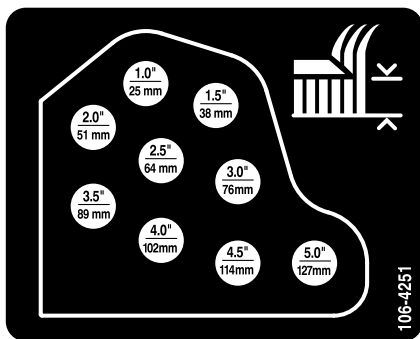

Figura 18
- Monte as correntes da altura de corte no orifício da altura de corte desejada com o contrapino e pino de segurança (Figura 18).